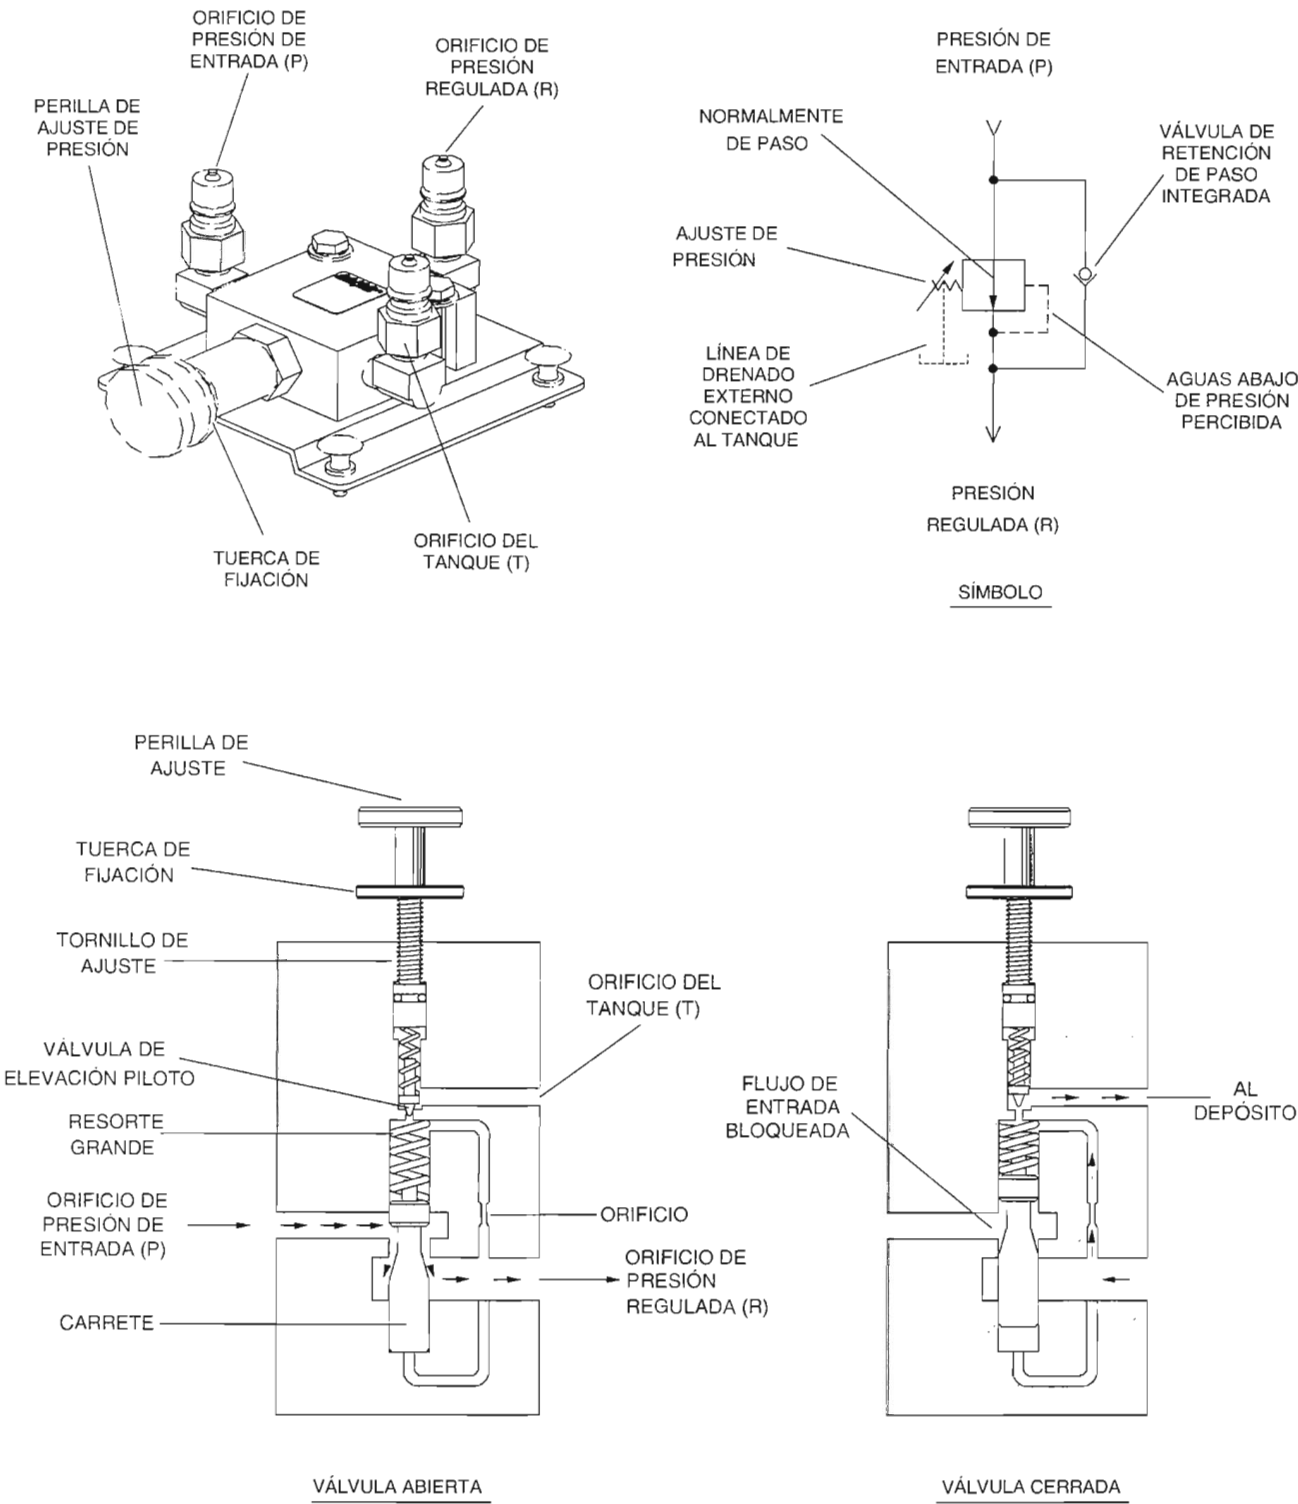

Figura 4-13. Válvula reductora de presión accionada por piloto.
La Figura 4-13 muestra la válvula reductora de presión proporcionada con su equipo didáctico en hidráulica. El cuerpo de la válvula tiene tres orificios: orificio de entrada de presión (P), un orificio regulador de presión (R) y un orificio del tanque (T). A diferencia de la válvula de alivio, la válvula reductora de presión está normalmente abierta y percibe la presión aguas abajo, como es indicado por el símbolo de la válvula en la Figura 4-13.